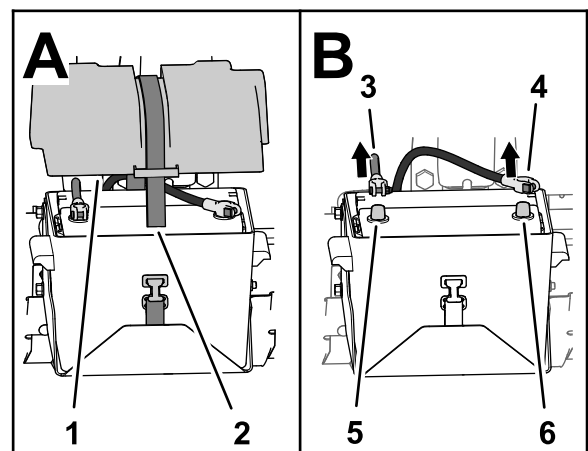

Bild 2
3. Nehmen Sie die Batterieabdeckung ab und schließen das Minuskabel (Schwarz, Erde) vom Batteriepol ab (Bild 2).
4. Klemmen Sie das Pluskabel (Rot) vom Batteriepol ab (Bild 2).